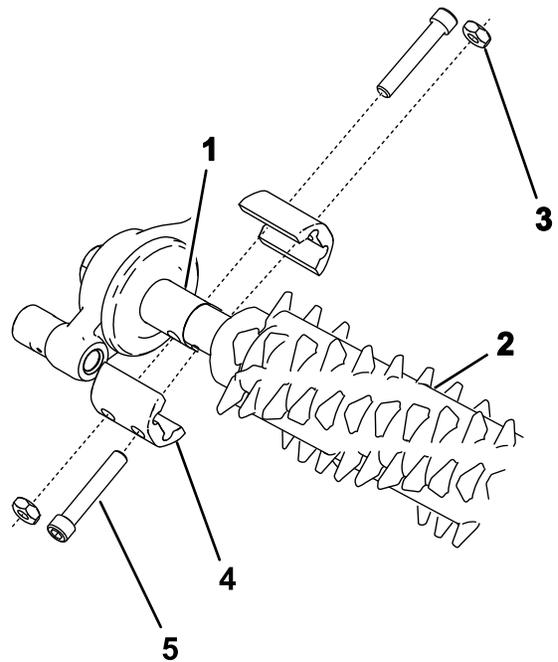

Figura 22
2. Alinhe o rastelo com a caixa de transmissão do rastelo e o conjunto do rolete (Figura 22).
3. Fixe o rastelo à máquina como mostrado em Figura 22 e aperte os parafusos.